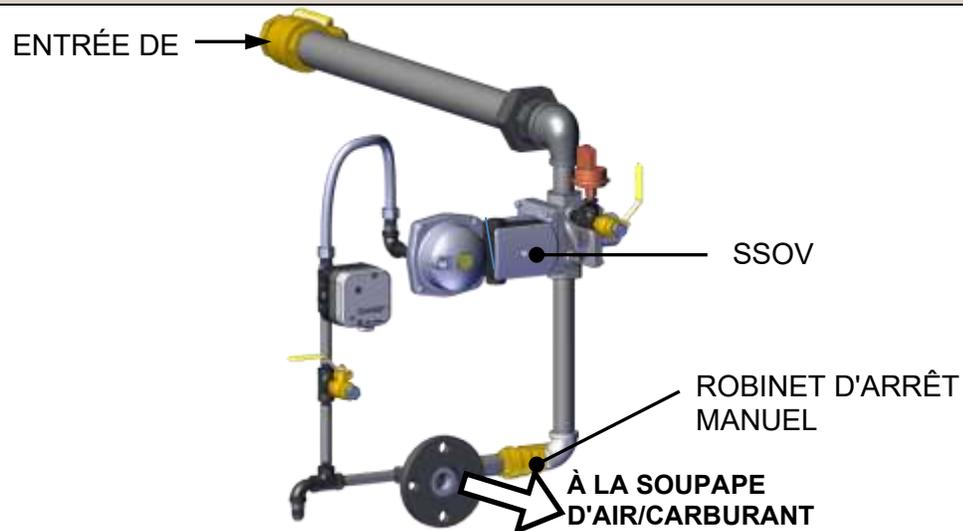

Figure 3.4-1 : Emplacement du SSOV (train à gaz DCI 600N à DCI 1060N illustré)
2. L'unité vérifie que l'interrupteur **de preuve de fermeture** (POC) du robinet d'arrêt de sécurité en aval est fermé. Voir la figure 3.4-1 pour l'emplacement de la SSOV.